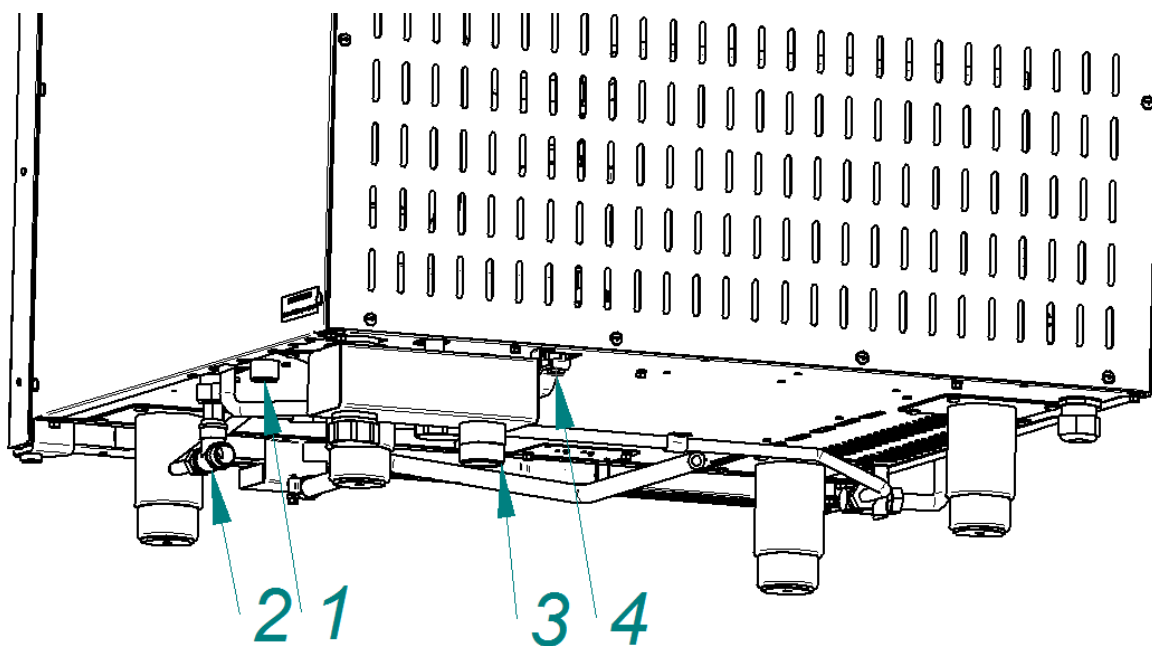

Рис. 5. Подключение к системе водоснабжения
- G3/4 (см. рис. 5 поз. 1 (наружная резьба)) – бойлер. Подключать только через водоумягчительную установку. При подключении фильтра руководствоваться руководством по эксплуатации на фильтр. Рекомендуется установить BRITA PURITY C300 Quell ST;
- G1/2" (см. рис. 5 поз. 2 (наружная резьба)) – душевому устройству и охлаждение коробки слива. Допускается подключать к системе водоснабжения без водоумягчителя.
- подключите пароконвектомат к системе канализации через штуцер рис. 5 поз. 3 используя шланг, входящий в комплект поставки.
Для этого установите ручку крана слива с бойлера (рис. 5 поз 4) в положение «открыто» - установите параллельно задней стенке. Через 4 минуты установите ручку крана в положение «закрыто» - установите перпендикулярно задней стенке.
- установите ручку крана слива с бойлера (рис. 5 поз 4) в положение «открыто» - установите параллельно задней стенке;